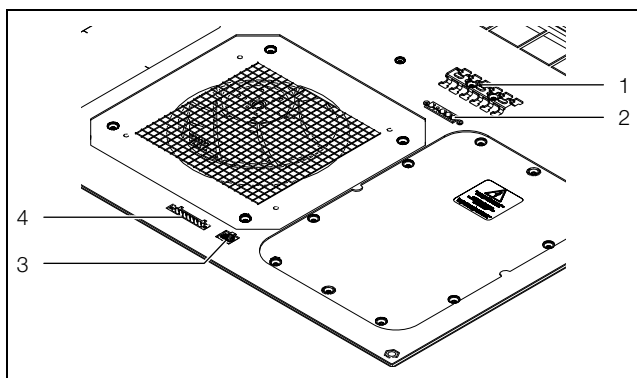

Imagen 13: Conexiones en la parte inferior del refrigerador
- El blindaje de cable puede conectarse a la guía dentada (imagen 13, posición 1).